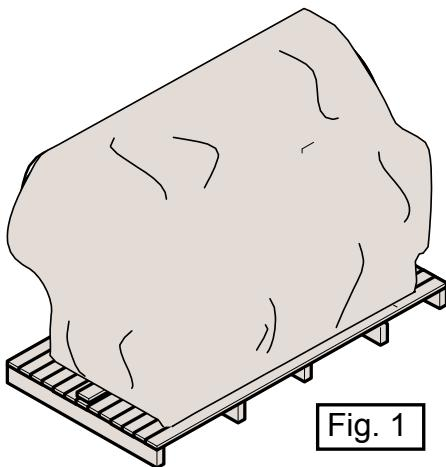

Fig. 1
Le soulèvement de l'emballage doit être effectué en enfilant complètement les fourches de l'élévateur dans l'espace compris entre les pieds de la palette, pour répartir le poids de l'appareil de façon à maintenir le barycentre de l'emballage équilibré (Fig. 1-A). Ne pas renverser l'appareillage.
Avant d'insérer les fourches de l'élévateur, vérifier qu'elles couvrent toute la *profondeur* de l'emballage (Fig. 1-B). En cas contraire, installer des rallonges adaptées.
- ◆ Socle ou palette (fig. 1)